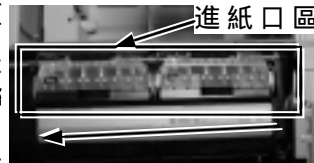

Fig 2 進紙口區域
3. 將收執聯和存根聯壓柄同時往前拉以抬起印字砧組，用所附之軟毛刷依 Fig 2 之箭頭指示方向（由存根聯端往收執聯端）輕刷 Fig 2 所示之進紙口區域，將灰塵及紙屑清除乾淨。